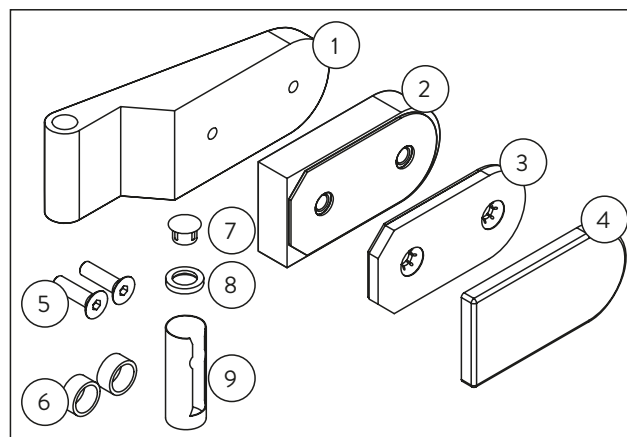

Abb. 1 Lieferumfang
- 2 x Flügelteil (Abb. 1/1)
- 2 x Futterstück (Abb. 1/2)
- 2 x Gegenplatte (Abb. 1/3)
- 2 x Abdeckkappe (Abb. 1/4)
- 4 x Senkschraube (Abb. 1/5)
- 4 x Schlauchabschnitt (Abb. 1/6)
- 2 x Kappe (Abb. 1/7)
- 2 x Auflagescheibe (Abb. 1/8)
- 2 x Hülse für Rahmenteil (Abb. 1/9)